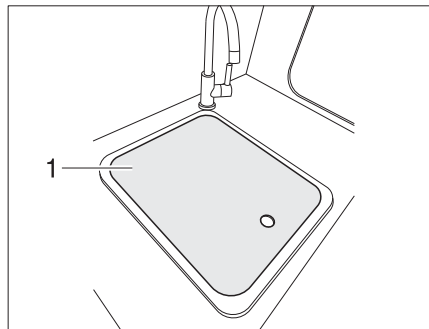

Fig. 3 Coperchio del lavello
► In caso d'incidente o di frenata d'emergenza, il coperchio del lavello (Fig. 3,1) può ferire i passeggeri del veicolo. Prima della partenza togliere il coperchio del lavello e stivarlo in modo sicuro nel blocco cucina o nell'armadio guardaroba.